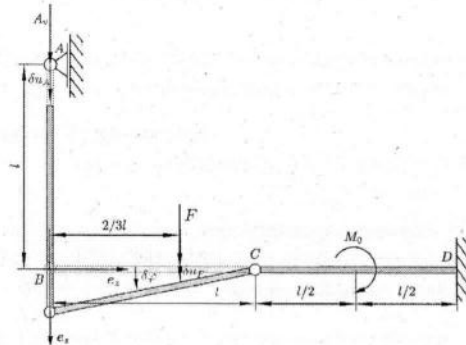

Abbildung 3.2: Virtuelle Verschiebung des Systems zur Bestimmung von A_v
- 3.1) Die unbekannte Lagerkraft A_v lässt sich durch die in Abbildung 3.2 dargestellte virtuelle Verschiebung bestimmen.